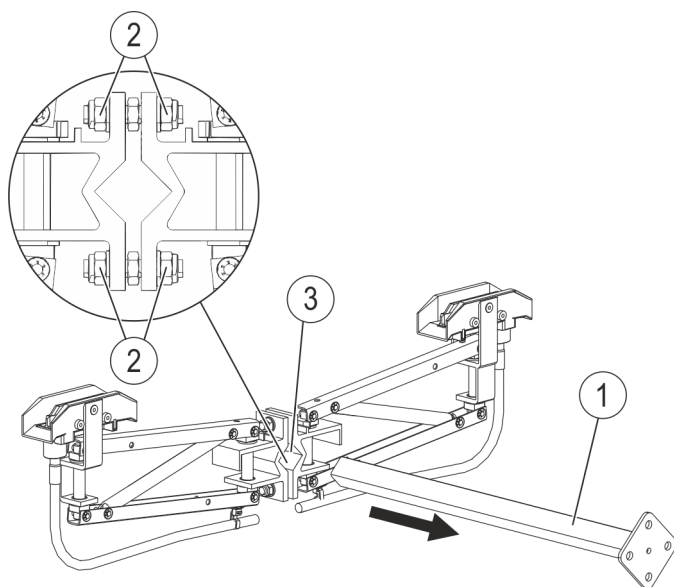

Abb. 122: Mitnehmerarm montieren
- Mitnehmerarm (Pos. 1) in die mittlere Aufnahme (Vierkant) (Pos. 3) des Stromabnehmers spannen. Die äußeren Muttern M8 (Pos. 2) gleichzeitig im Wechsel schrittweise mit einem Gabelschlüssel (siehe Abb. 122) anziehen. Dabei die oben angegebenen Toleranzen und Hinweise beachten.